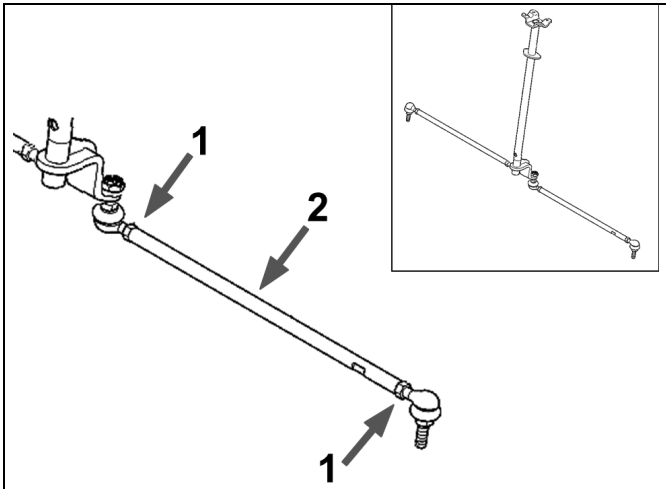

Figure 19
Pour effectuer ces ajustements sur le VTT, débloquer premièrement l'écrou (1) de chaque barre d'accouplement sur le VTT et visser ou dévisser ensuite la tige de direction (2) d'un nombre égal de tours des deux côtés du véhicule. Voir la Figure 19.